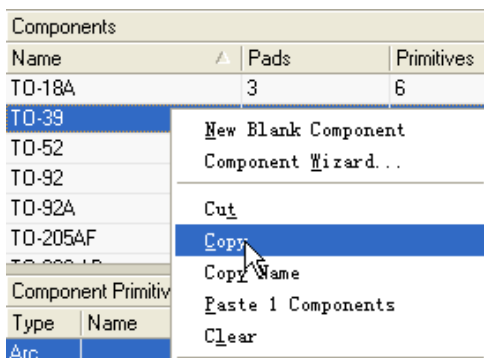

图5-27 选择想复制的封装元件TO-39
- ❖ （3）按鼠标右键，从弹出的下拉菜单内单选择Copy命令如图5-27所示。